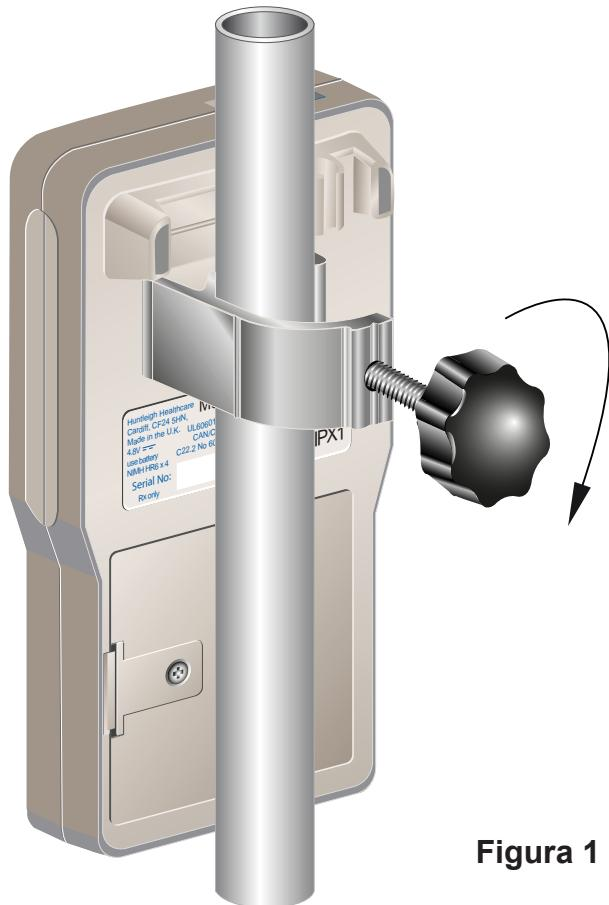

Figura 1
1. Deslice la abrazadera del poste por debajo del clip para cinturón de la unidad y sujeté firmemente el poste IV (consulte la Figura 1 siguiente).